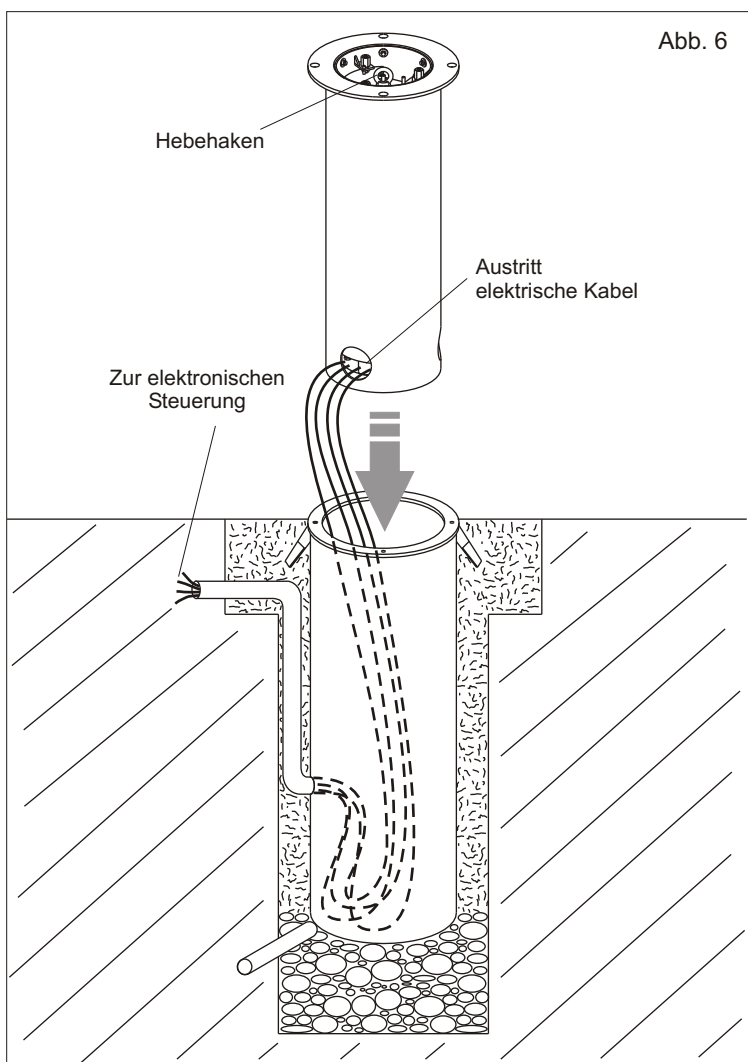

Abb. 6
2.2. Mit Hilfe des Hebehakens den Poller in seine Position einführen (Abb. 6).